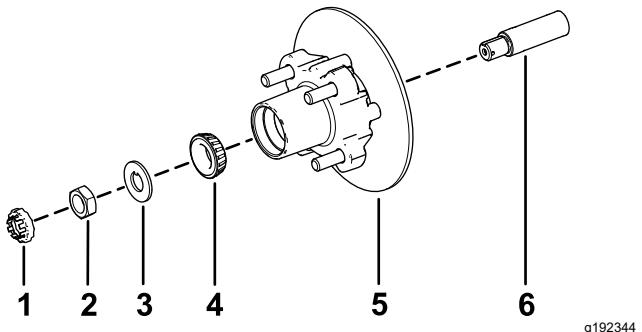

Figure 32
- Appliquez une fine couche de la graisse spécifiée sur la fusée (Figure 32).
- Montez le moyeu et le rotor sur la fusée en plaçant le rotor à l'intérieur (Figure 32).
- Montez le roulement extérieur sur la fusée et poussez le roulement contre la bague (Figure 32).
- Montez la rondelle-frein à languette sur la fusée (Figure 32).
- Vissez l'écrou de fusée sur la fusée et serrez l'écrou à 15 N·m tout en tournant le moyeu pour bien asseoir le roulement (Figure 32).
- Alignez les plaquettes de frein de chaque côté du rotor (Figure 28) et alignez également les trous dans le support d'étrier et ceux de la fixation du frein sur le porte-fusée (Figure 32).